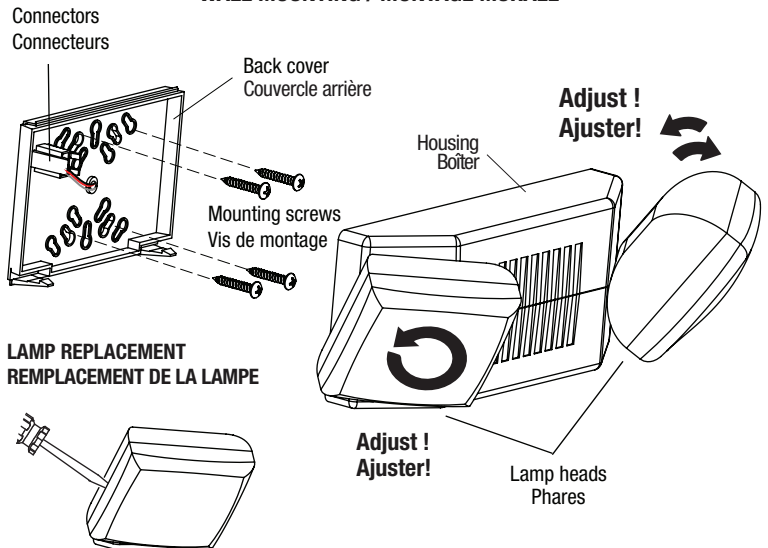

Fig. 2
3. If wall mounting over a junction box, feed the unit wires through the center knockout and make supply connections into the junction box. Install the back cover on the wall over the junction box, using mounting screws (not provided). (Fig. 2)
7. Adjust lamp heads on the right position (Fig. 2).
1. Insert screwdrivers into the lens slot (follow Fig. 2 detail) and gently pry off the lens.
3. Si le montage mural est fait sur une boîte de jonction, insérer les fils de l'unité dans la débouchure centrale et faire les connections d'alimentation électrique dans la boîte de jonction. Installer le couvercle arrière sur le mur par-dessus la boîte de jonction, avec les vis de montage (non fournis). (Fig. 2)
7. Ajuster la direction des phares dans la position appropriée (Fig. 2).
1. Insérer le tournevis dans la fente (suivez le détail dans la Fig. 2) et retirer doucement la lentille.